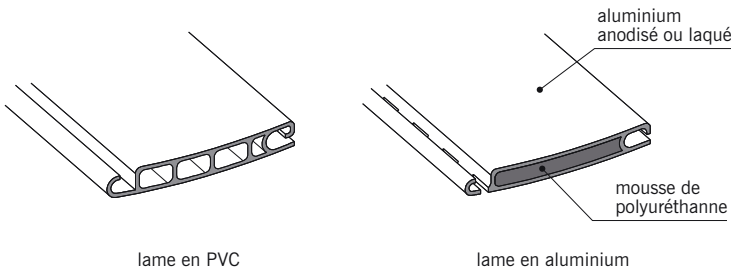

fig. 11.63
- Les **lames** en PVC, en aluminium ou en lattes de bois (fig. 11.63). L'ensemble des lames assemblées constituent le **tablier**.